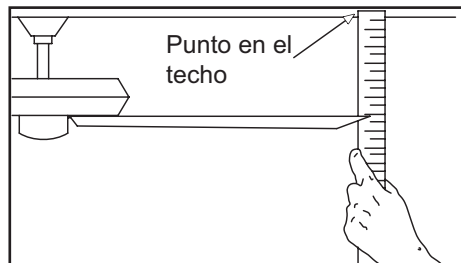

Figura 15
2. La mayoría de los problemas de oscilación del ventilador se deben a que las aspas no están a un mismo nivel. Verifica este nivel seleccionando un punto en el techo sobre la punta de una de las aspas. Mide desde un punto en el centro de cada asa a un punto en el techo. Mide esta distancia como se muestra en la Figura 15. Rota el ventilador hasta que se posicione la siguiente asa para